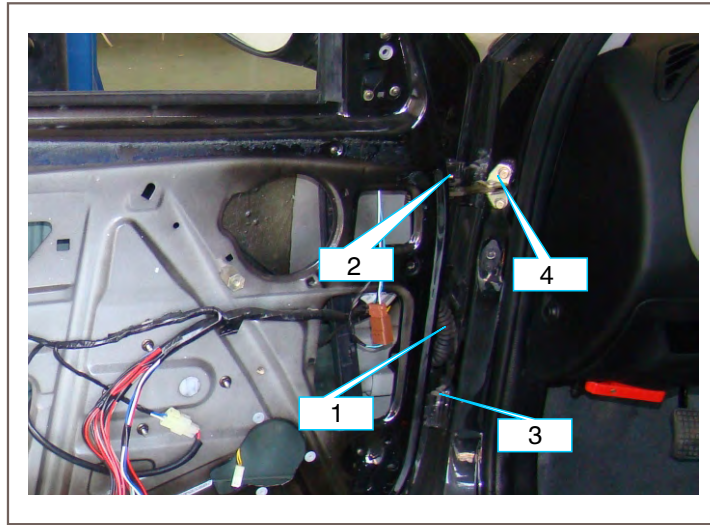

图10-68 装车门铰接
⑭装车门线束1、铰链连接螺钉2和3、车门限位器的连接销4。（如图10-68所示）。